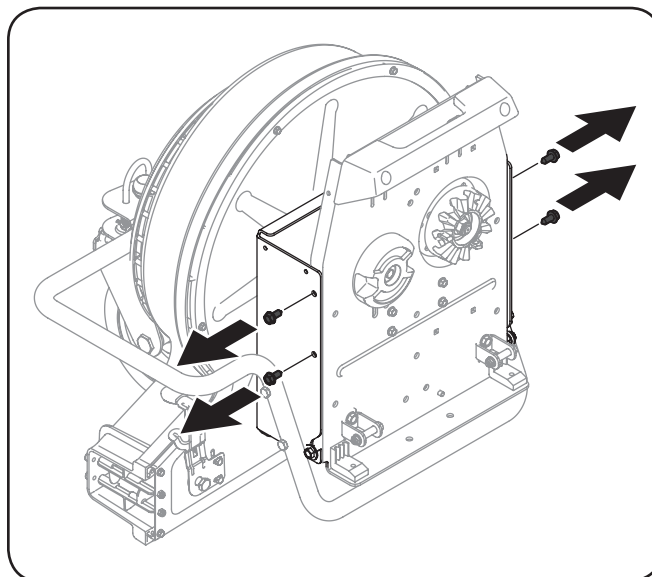

Figura 5-3
4. Extraiga los cuatro tornillos roscados superiores que sujetan el soporte del bastidor de montaje al alojamiento del soplador. Consulte la Figura 5-3.